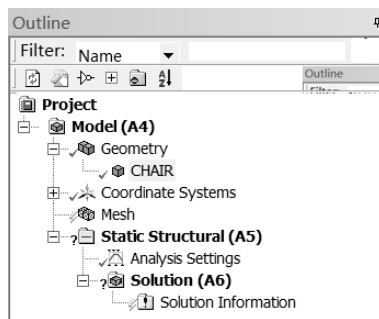

图 5-16 添加材料后的分析树
Step3: 单击参数列表中 Material 下 Assignment 后的 ▾ 按钮, 此时会出现刚刚设置的材料 Polyethylene, 选择即可将其添加到模型中去。此时分析树 Geometry 前的?变为✓, 如图 5-16 所示, 表示材料已经添加成功。